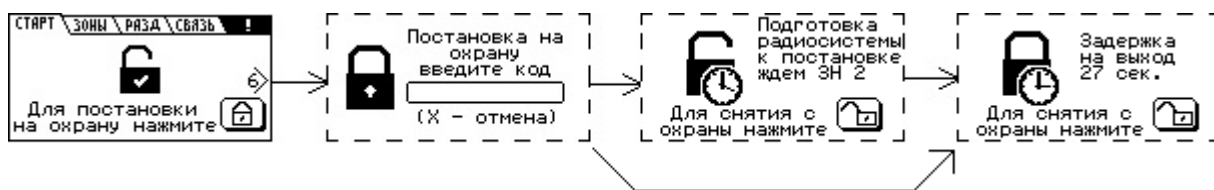

Рисунок 15 – Процесс постановки на охрану раздела с задержкой на выход
4) Если в раздел включены зоны с задержкой (вход или выход), после проверки кода пользователя с кодами, занесёнными в память прибора, начинается процесс задержки на выход, сопровождаемый звуковым сигналом (рисунок 15). В процессе задержки на выход, есть возможность отменить постановку на охрану, набрав на клавиатуре команду снятия с охраны.